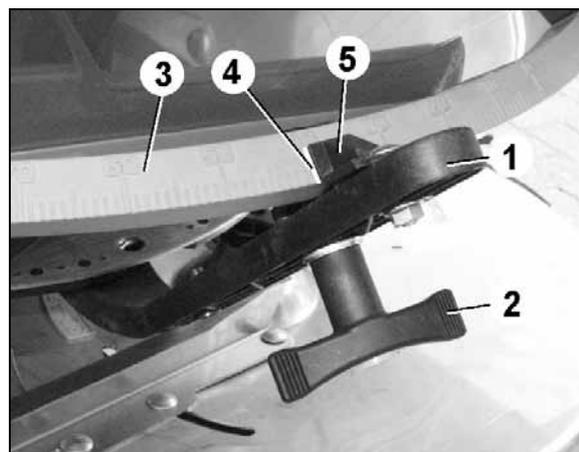

Fig. 45
2. Aflojar tuerca mariposa (Fig. 45/2).
3. Buscar la posición requerida de la corredera sobre la escala (Fig. 45/3).
4. Ajustar el borde de lectura (Fig. 45/4) del indicador de la palanca de maniobra (Fig. 45/5) sobre el valor de la escala.
5. Ajustar nuevamente la tuerca mariposa (Fig. 45/2).